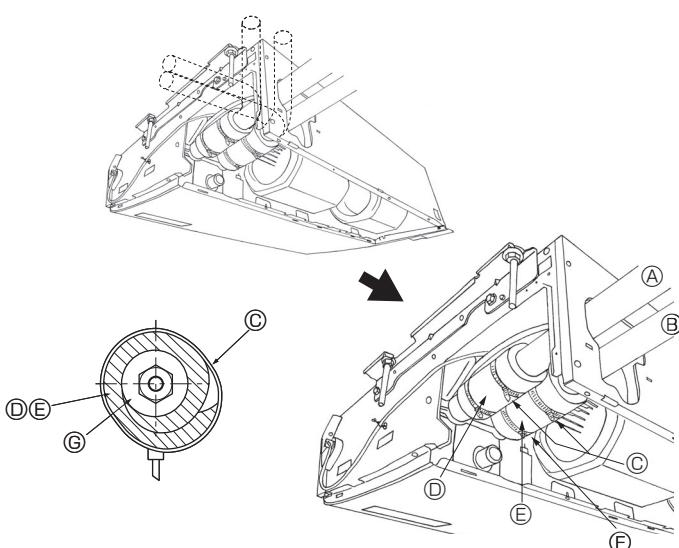

Fig. 4-3
- 4.3. Appareil intérieur (Fig. 4-3)**